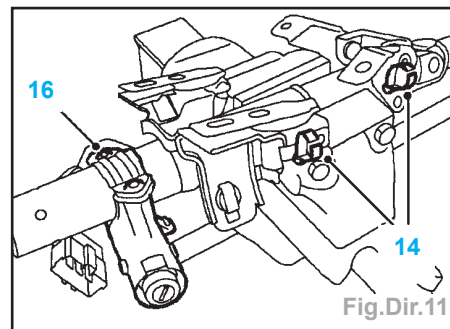

Fig.Dir.11
- Enlever les 4 écrous (12) maintenant la colonne sur le tableau de bord.
- Enlever les 2 sangles de câble (14) de la colonne (Fig.Dir.11).